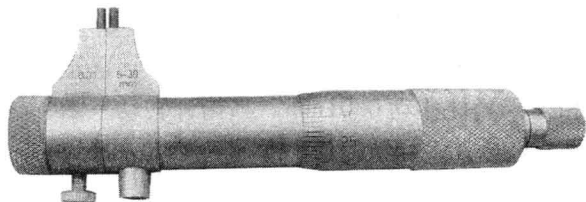

图 1-14 普通式内径千分尺
(1) 普通式内径千分尺 如图 1-14 所示，其构造特点是两个卡爪，分别与固定套筒